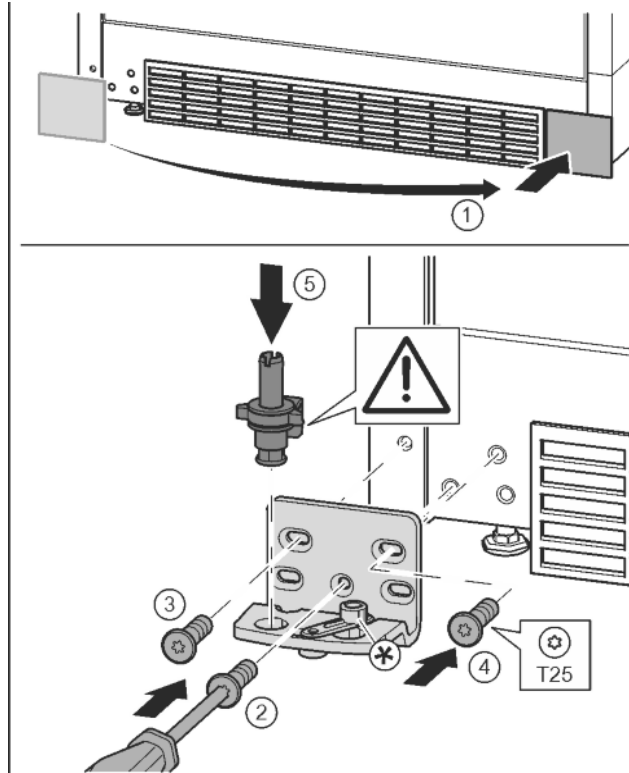

Fig. 16
- ▶ Зніміть кришку та встановіть її з іншого боку. Fig. 16 (1)
- ▶ Встановіть опорний кронштейн з іншого боку і закріпіть гвинтами за допомогою викрутки T25. Почніть із гвинта 2 знизу посередині. Fig. 16 (2)
- ▶ Закрутіть гвинти 3 та 4. Fig. 16 (3, 4)
- ▶ Вставте цілком опорний гвинт. При цьому виступ фіксатора повинен бути спрямований назад. Fig. 16 (5)